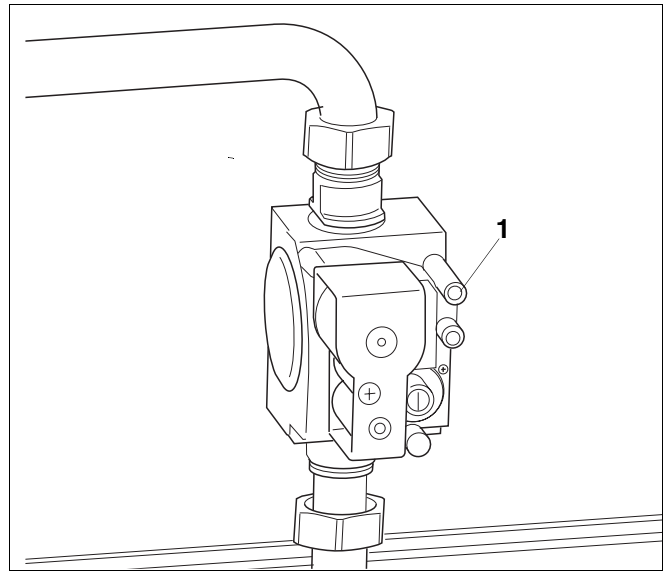

Fig. 30 Armatură cu gaz "SIT" 840 Sigma
- Rotiți de 2 ori șurubul niplului de verificare pentru presiunea racordului și pentru aerisire (Fig. 30, **Poz. 1**) de la armatura cu gaz.
- Înșurubați cu grijă șurubul niplului de verificare la presiunea de racordare (Fig. 30, **Poz. 1**) și de aerisire.